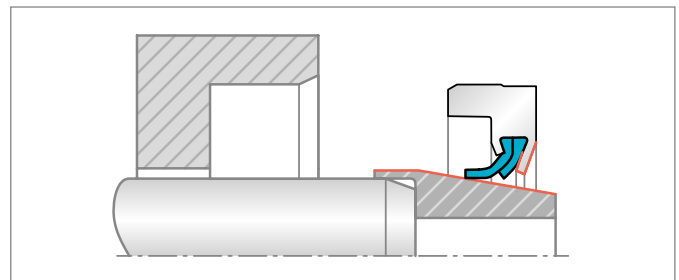

Abbildung 18: Achten Sie darauf, dass der Abstand zwischen dem Gehäuse und dem Montagekonus ausreichend groß ist.
- Beachten Sie, dass die verlängerte metallische Abstützung hinter der Lippenanordnung bei Typ C eng an der Welle anliegt (Abbildung 18). Es wird empfohlen, den Innendurchmesser der metallischen Abstützung zu messen, bevor der Montagekonus gefertigt wird. So kann sichergestellt werden, dass der Abstand ausreichend ist.